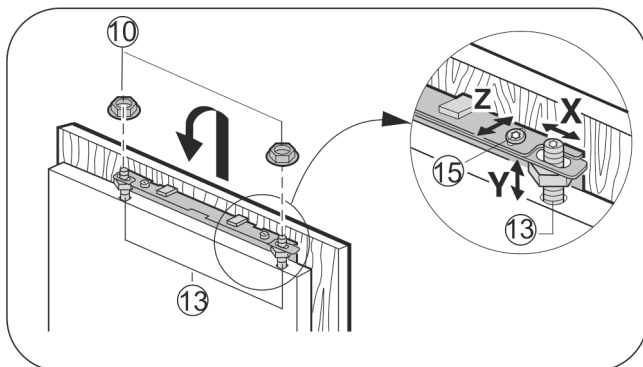

Fig. 27
- ▶ Möbeltür auf die Justagebolzen Fig. 27 (13) einhängen und Kontermuttern Fig. 27 (10) locker auf die Justagebolzen schrauben.
- ▶ Möbeltür in der Höhe Y und in der seitlichen Neigung ausrichten: Justagebolzen Fig. 27 (13) mit einem Schraubendreher einstellen.
- ▶ Kontermuttern Fig. 27 (10) anziehen.